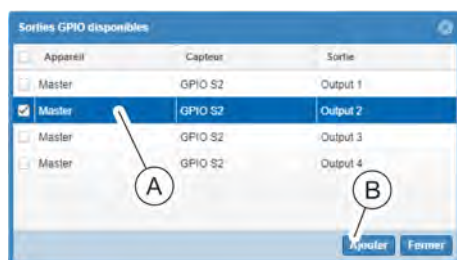

Fig. 124 : Fenêtre « Sorties GPIO disponibles »
9. ➤ Sélectionner la sortie souhaitée sur le module GPIO (Fig. 124 /A) et appuyer sur le bouton « Ajouter » (Fig. 124 /B) pour enregistrer la sélection.